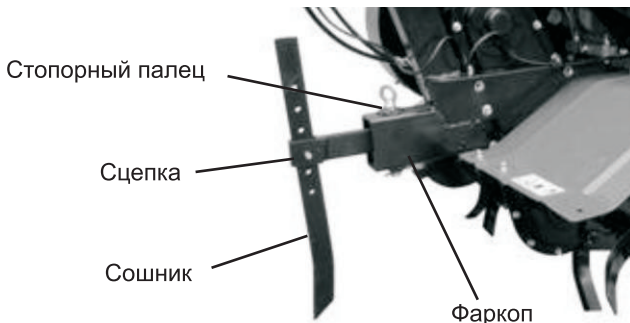

Рис. 4
4. Установите сошник. Для этого закрепите сцепку сошника к фаркопу культиватора с помощью стопорного пальца. Вставьте сошник в сцепку и зафиксируйте сошник болтом и стопорной гайкой (рис. 4).